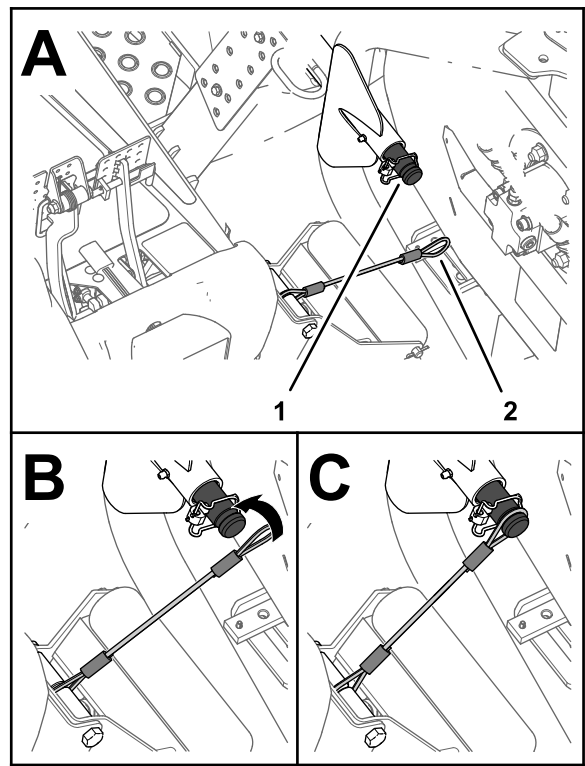

Figura 33
6. Coloque el bucle del cordón sobre el eje portador hasta que el cordón quede correctamente asentado en la ranura del eje (Figura 33).
5. Alinee el cordón con el eje portador del brazo de elevación de la unidad de corte delantera exterior (Figura 33).